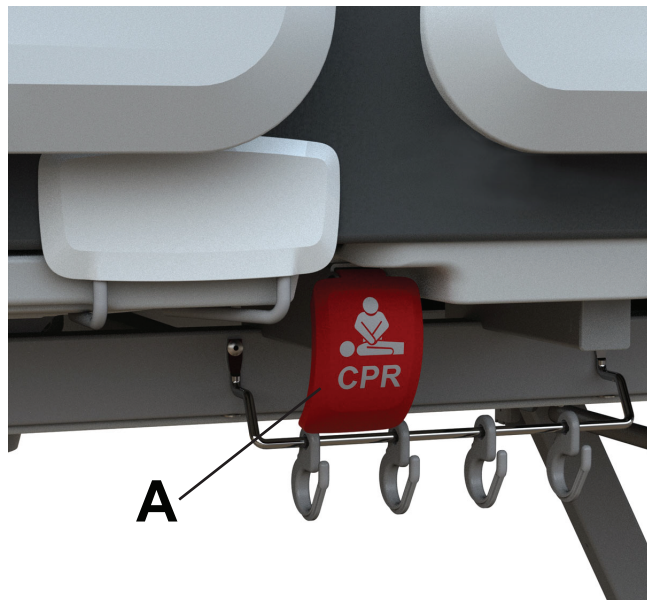

Figura 17 – Acionar a pega da alavanca de emergência para reanimação cardiopulmonar
As duas pegas da alavanca de emergência para reanimação cardiopulmonar (A) estão do lado esquerdo e do lado direito da secção da plataforma articulada para os joelhos da estrutura da cama (Figura 17).
1. Puxe a pega da alavanca de emergência para reanimação cardiopulmonar (A) (Figura 17).